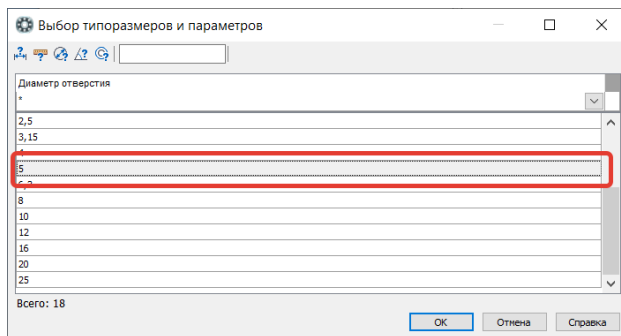

Рисунок 107 – Выбор типоразмеров и параметров
- В окне Выбор типоразмеров и параметров (Рисунок 107) выберем параметр диаметра отверстия равный 5 мм. Диаметр 5 мм. принят из условия, что диаметр заготовки равен 40 мм. Нажмем кнопку Ок.